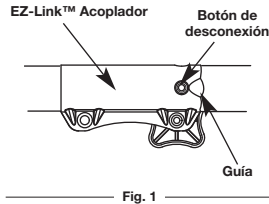

Fig. 1
1. Para aflojarlo, gire el botón en el sentido opuesto al de las manecillas del reloj (Fig. 1).
2. Oprima y sostenga oprimido el botón de liberación (Fig. 1).
1. Apriete el botón girándolo hacia la derecha (Fig. 1).
NOTE: La alineación del botón de desconexión con la guía ayuda en la instalación (Fig. 1).